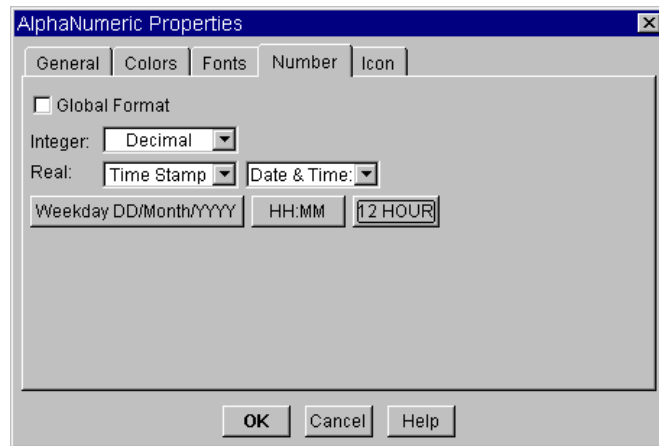

図 5-10. [AlphaNumeric Properties] ボックス
- [HH:MM:SS] をクリックして [HH:MM] にトグルします。[24 HOUR] をクリックして [12 HOUR] にトグルします。図 5-10 を参照してください。